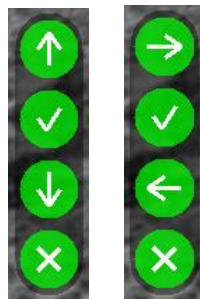

Рисунок 10 – Примеры индикатора назначения кнопок
- **Индикатор назначения кнопок** – индикатор, подсказывающий пользователю назначение каждой отдельной кнопки , , , при выполнении какого-либо действия в выбранном режиме (см. рис. 10). Данный индикатор появляется **только** в случаях, предусмотренных в ПО (например, при вводе выверки прицельной сетки).